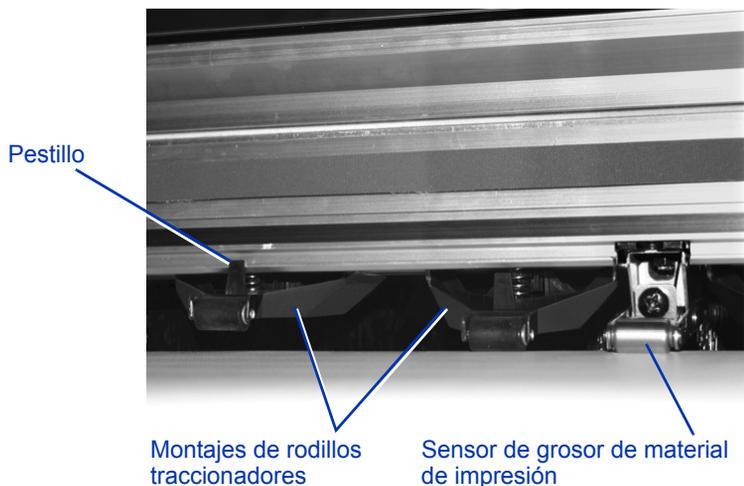

Fig. 2-5. Rodillos traccionadores
11. Si el extremo del material de impresión que utiliza se encuentra directamente debajo de un rodillo traccionador, levante ese rodillo empujándolo hacia arriba y, a continuación, empuje el pestillo hacia el riel para sujetarlo (ver Fig. 2-5 que se muestra a continuación). Para bajar el rodillo traccionador, empujelo hacia arriba y el pestillo se soltará, luego, baje el rodillo a la platina.